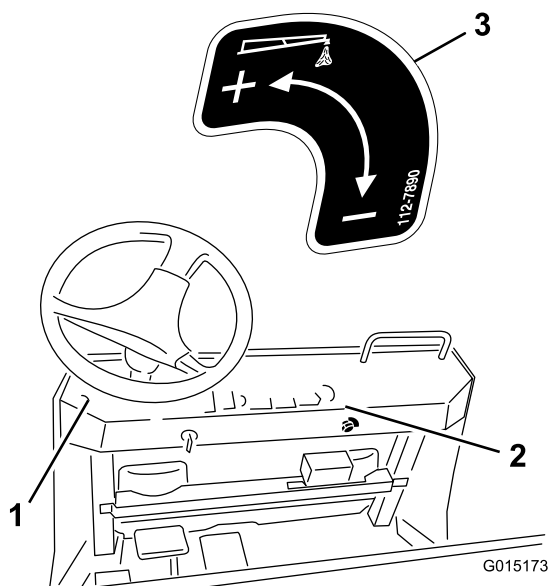

Bild 5
10. Bringen Sie den Aufkleber an, siehe Bild 5.